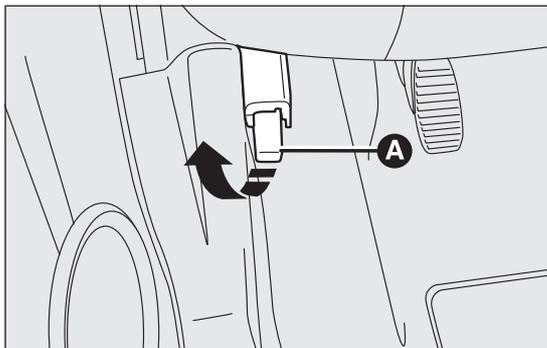

fig. 76
- tirer le levier A fig. 76 dans le sens indiqué par la flèche ;